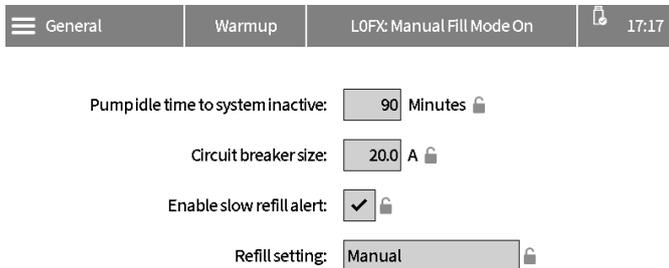

ABB. 26: Einstellen für das manuelle Nachfüllen
1. Die Nachfülleinstellung am ADM auf Manuell setzen. Siehe ABB. 26.
- Pumpenluftdruck (505) auf 0 verringern.
- Lufthahn mit Entlastungsbohrung (62) schließen.
- Die Nachfülleinstellung auf **Manuell** setzen. Siehe ABB. 26.